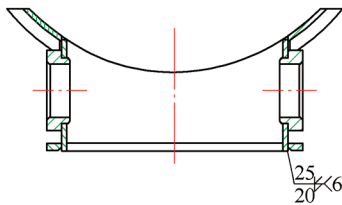

图 1
我公司曾生产过MBF22.5立磨，在焊接中壳体门框（见图1）焊缝时，采用的是CO₂打底、焊条电弧焊盖面的传统焊接方法，结果在机加工门框的台阶
(3) 按图1组点好门框各部